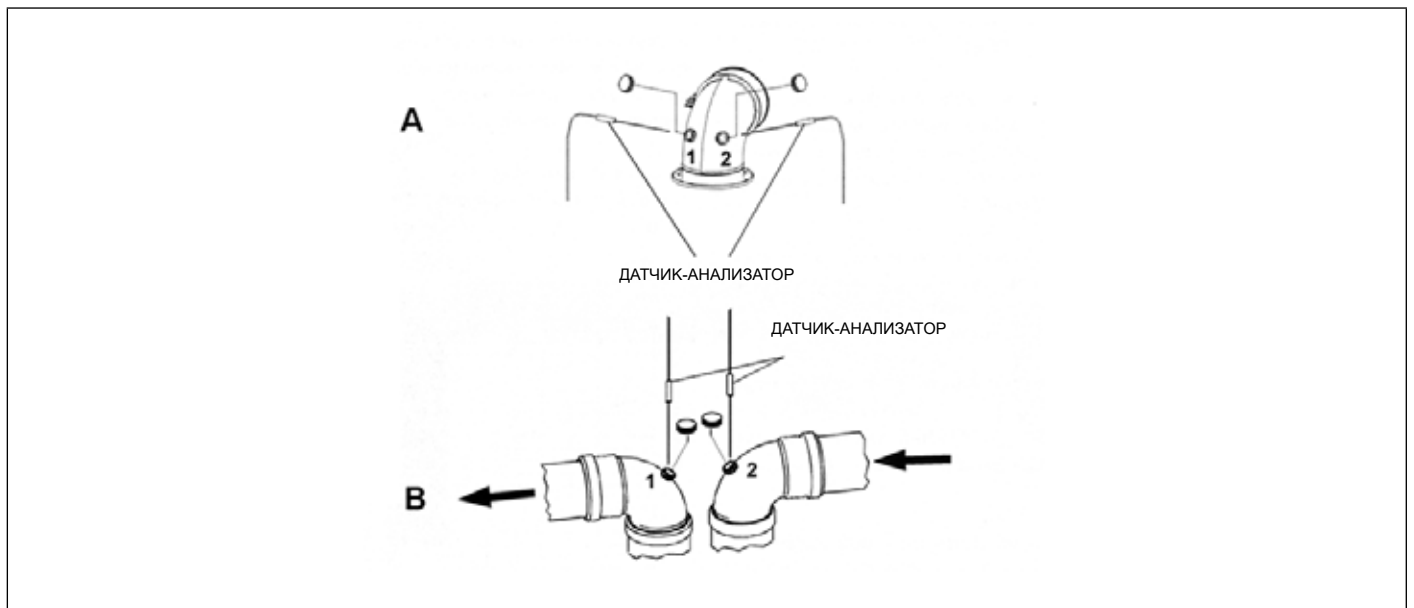

Рис. 14 Примеры мест для контроля дымовых газов
- измерить температуру воздуха для горения через отверстие 1 (см. см. (A) Рис. 14 Примеры мест для контроля дымовых газов для котлов с герметичной камерой сгорания, укомплектованных трубами со специальными отверстиями).
- измерить температуру дымовых газов и содержание CO2 через отверстие 2 (см. см. (A) Рис. 14 Примеры мест для контроля дымовых газов для котлов с герметичной камерой сгорания, укомплектованных трубами со специальными отверстиями).
- измерить температуру воздуха для горения через отверстие 2 (см. см. (B) Рис. 14 Примеры мест для контроля дымовых газов для котлов с герметичной камерой сгорания, укомплектованных трубами со специальными отверстиями).
- измерить температуру дымовых газов и содержание CO2 через отверстие 1 (см. см. (B) Рис. 14 Примеры мест для контроля дымовых газов для котлов с герметичной камерой сгорания, укомплектованных трубами со специальными отверстиями).